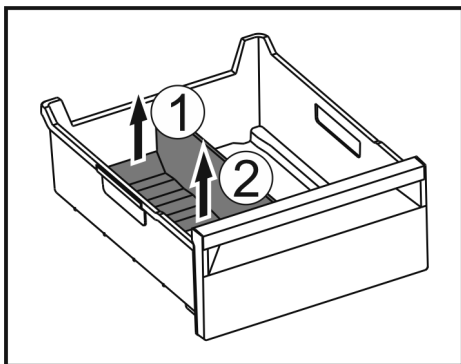

Fig. 138
- ▶ Приподнимите заднюю часть разделителя отделения для льда. Fig. 138 (1)
- ▶ Извлеките разделитель отделения для льда движением вверх. Fig. 138 (2)